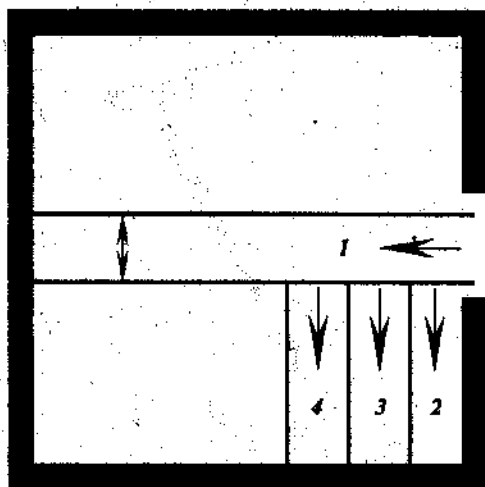

Рис. 34
Перед работой со страйпером (рис. 34) покрытие нарезается на полосы, шириной чуть больше ножа страйпера. Полосы большей ширины нарезать нецелесообразно. Для того, чтобы избежать лишних движений машины, продумайте план удаления покрытия. Первая полоса обычно проходит от входа к противоположной стене комнаты (1), остальные полосы (2, 3, 4) нарезаются от нее перпендикулярно. В такой же последовательности производится и удаление покрытия. После удаления покрытия, поверхность необходимо прошлифовать шлифовальной